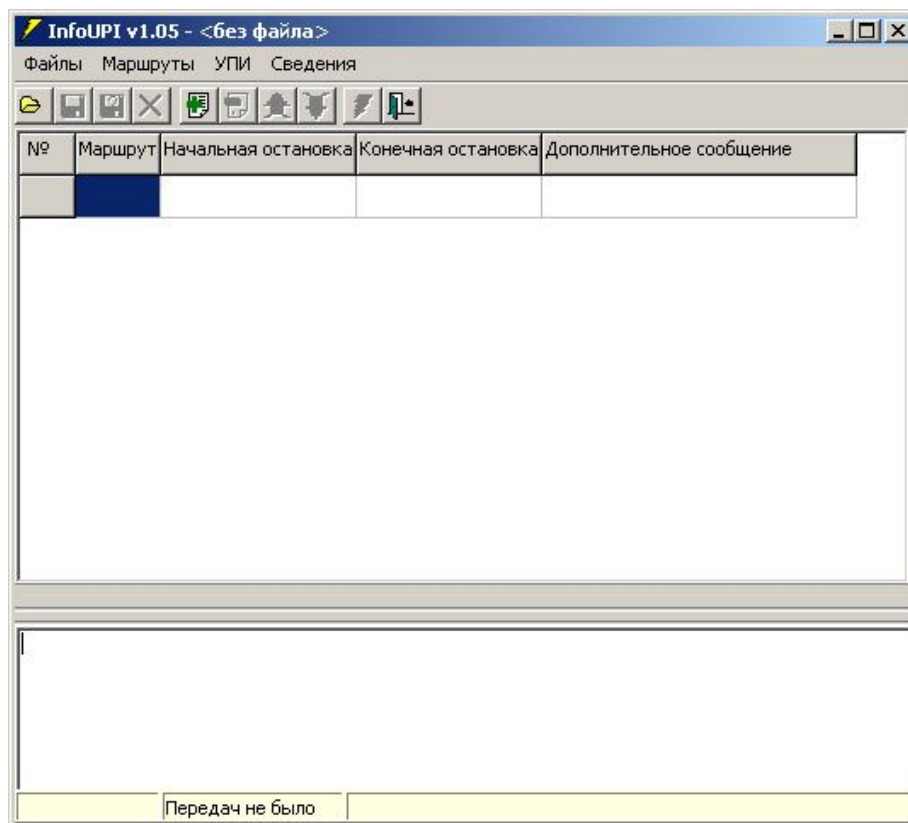

Рис. 2
4.3.3 При первом запуске программы откроется окно с пустым списком маршрутов (рис.2).